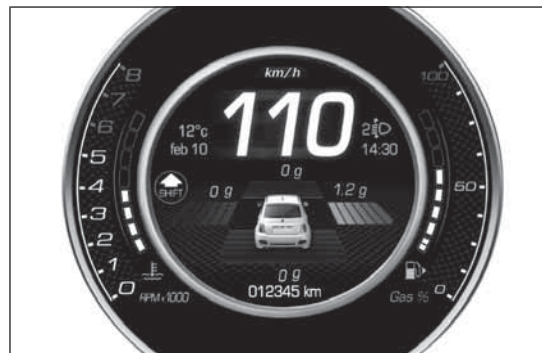

fig. 19 - Mode sport
La page-écran relative au capteur d'accélération latérale/longitudinale (G-meter information) en prenant comme unité de référence l'accélération de gravité (G) fig. 19 est automatiquement affichée.